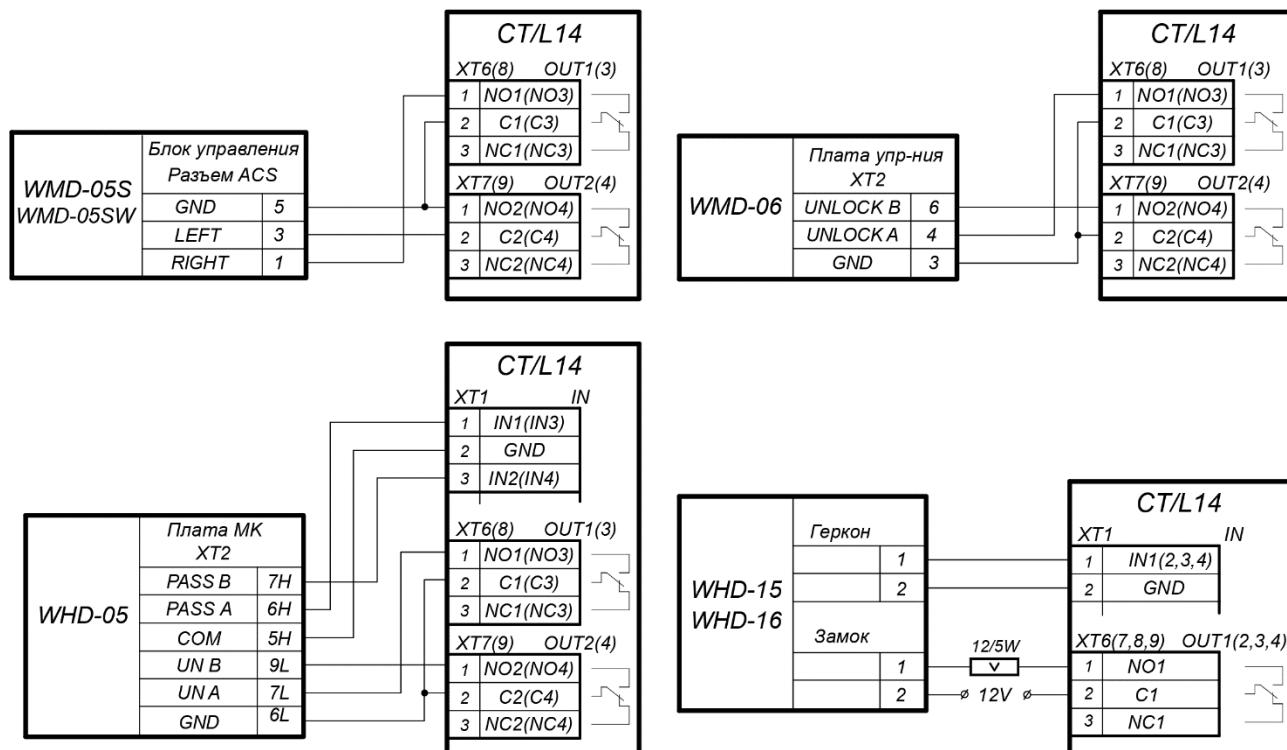

Рисунок 8. Схемы подключений калиток
- Калитка (блок управления калиткой) №1 подключается к клеммным колодкам **XT1**, **XT6**, **XT7** нижней платы контроллера в соответствии со схемой для данного типа калитки (см. рис. 8).
- Калитка (блок управления калиткой) №2 подключается к клеммным колодкам **XT1**, **XT8**, **XT9** нижней платы контроллера в соответствии со схемой для данного типа калитки (см. рис. 8).